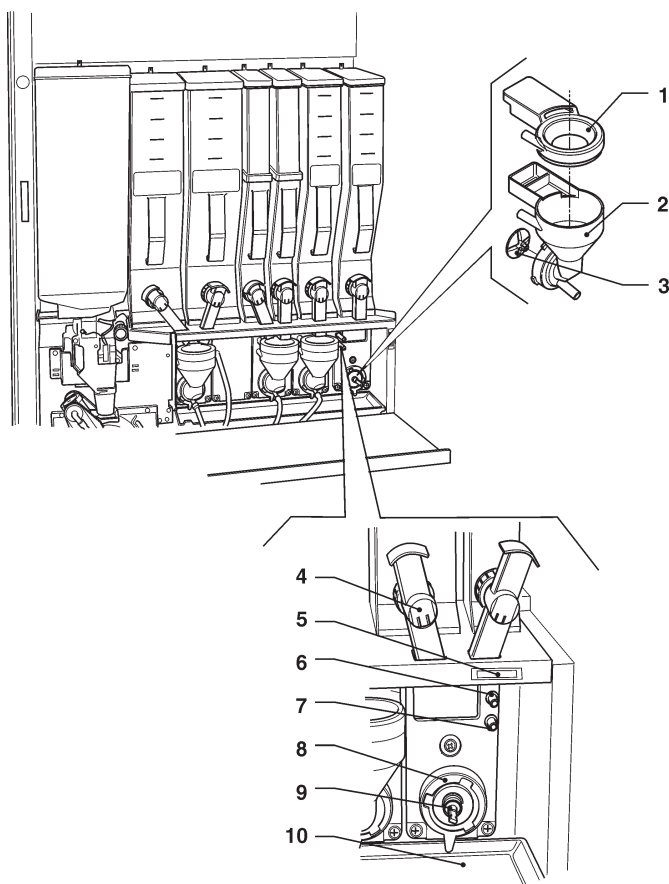

Fig. 32
- enlever (voir fig. 32) des mixeurs les entonnoirs de poudres, les convoyeurs de l'eau, les entonnoirs de dépôt de poudres, et les hélices des mixeurs électriques;
Dès qu'on insère à fond la petite hélice, le joint presse-étoupe prendra la position correcte (voir fig 32).